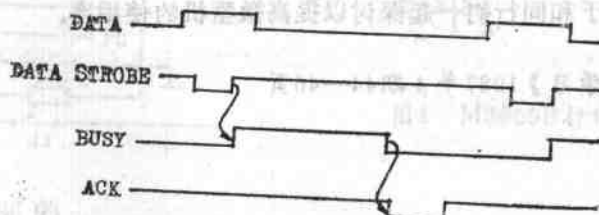

图2
M2024、MODEL1550、EN—P1090这几种打印机的接口板都装在打印机的机械部件下面,需要拆开打印机的机械装置后才能取出接口板。一旦取出接口板,即使再恢复打印机的机械装置,并加电运行,也无法测试到在打印机运行时接口板上的有关信号状态。由于这种特殊情况,我们只能对接口板进行单独测试。首先考虑到打印机自检正常,是在和PC机联机应答时出现不打印的现象,因此需要了解接口信号的应答关系,接口信号的定时图如图2所示。
从图2可看出,当PC机在Data线上送出数据后,接着发出Data Strobe数据选通信号打印机用Data Strobe信号的上升沿接收数据并置BUSY忙标志。当打印机对此次收到的信息处理完毕后,清除BUSY忙标志,并向PC机发出ACK 回答信号,这表示PC机可以接着发下一个数据了。在这一应答过程中,若打印机接口工作不正常,可能有以下三个原因:①打印机不能正确接收Data信号;②打印机不能正确接收Data Strobe信号;③打印机不能控制BUSY信号或发出ACK信号。其中任一原因都会使PC机进入死等状态,从而出现死机。若打印机没有正确接收Data或Data Strobe信号,或者是BUSY、ACK 电路不正常,都会